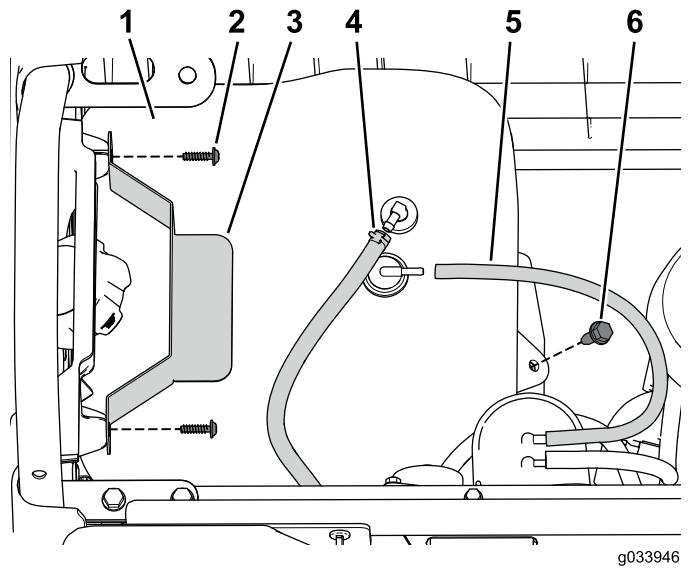

图 8
- 从油箱上断开通气管和燃油管线 图 8。
- 卸下将压紧装置固定到左侧板上的 2 个螺丝然后取下压紧装置 图 8。
- 拧下将油箱固定到油箱托盘上的凸缘螺栓然后取下油箱 图 8。